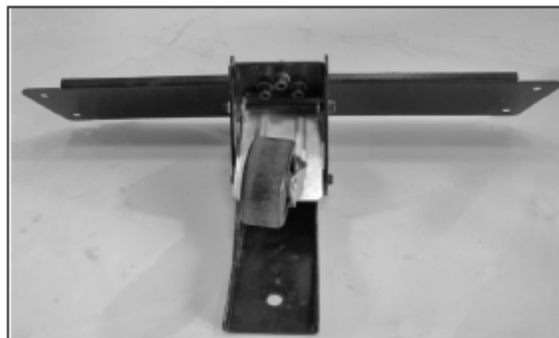

Рис. 1
1. Прикрепить узел педали на нижнюю опору В с помощью 3 винтов М8 х 50 с шестью плоскими шайбами на 8 мм и тремя пружинными шайбами на 8 мм, и трех гаек М8 (рис. 1).